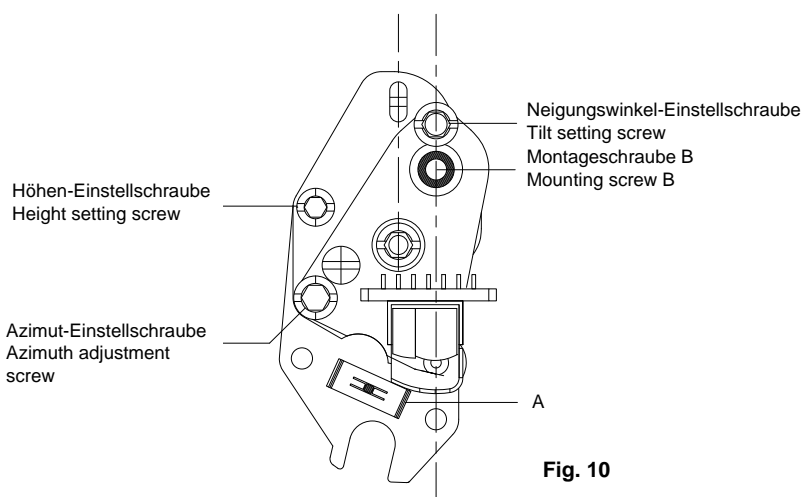

Fig. 10
- Befestigungsfeder "A" (Fig. 10) und die beiden Stecker abziehen.
- Remove fixing spring "A" (Fig. 10) and unplug the two connectors.